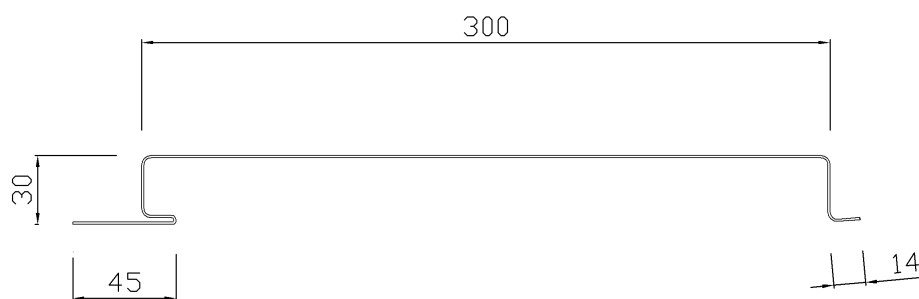

fig.1
- Fabrication par pliage (*schémas techniques – fig. 1 à 14*)